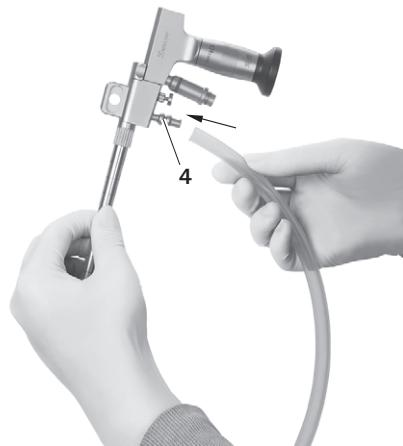

Fig. 20
- ▶ Conectaţi furtunul de irigare cu conexiune de irigare 4, vezi Fig. 20.